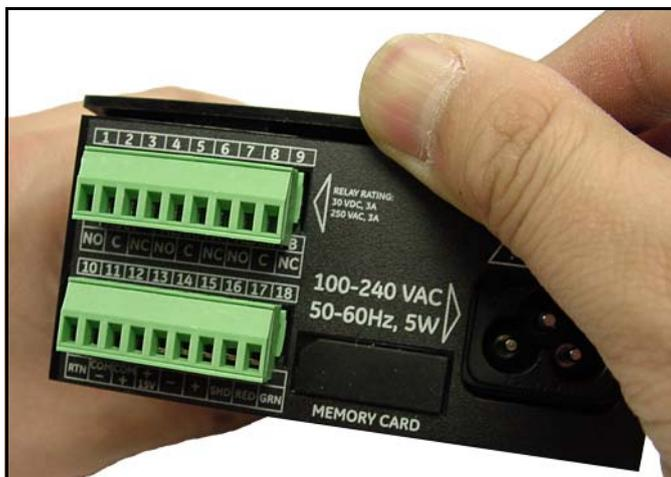

図 5：カバーの後ろ側の縁を持ち上げる
3. 上面カバーの後ろ側の縁を持ち上げます（下の図 5 を参照）。